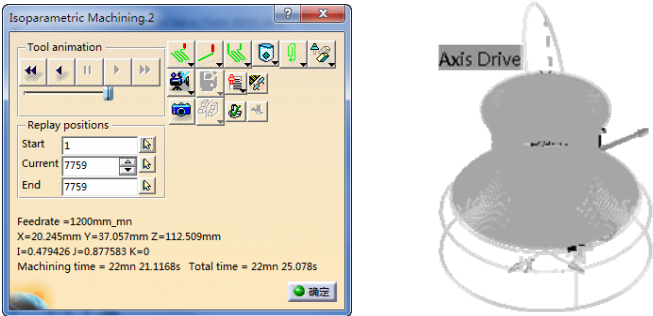
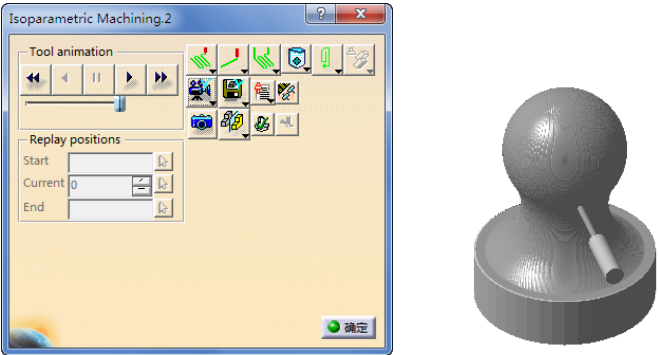

图 5-38 刀具路径轨迹（2）
图 5-39 实体切削仿真（2）
- 单击“Isoparametric Machining.2”对话框中的 Tool Path Replay 按钮, 弹出“Isoparametric Machining.2”对话框，同时在图形区显示刀具路径轨迹（2）如图 5-38 所示。
- 单击图 5-38 所示对话框中的 View from last result 按钮, 然后单击 Forward replay 按钮, 显示实体切削仿真（2）如图 5-39 所示。